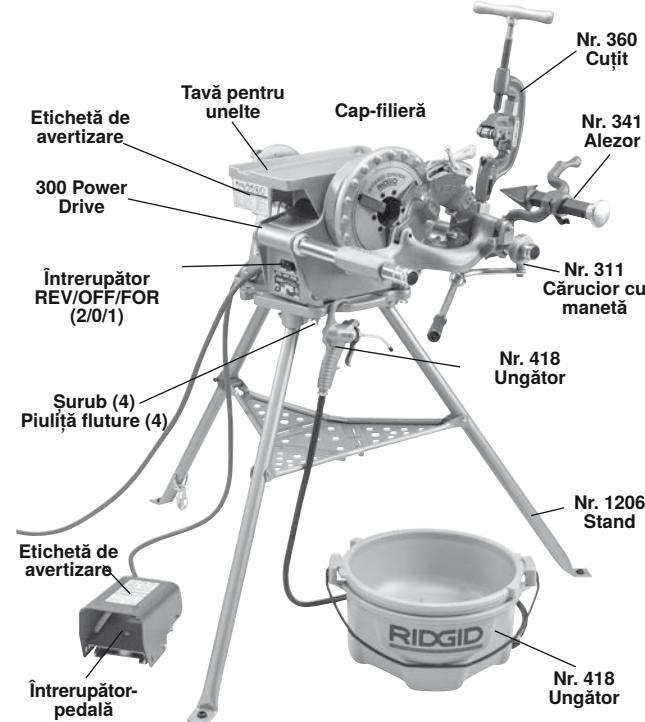

Figura 2 – Model 300 Power Drive Complete (ansamblu)
4. Așezați motorul de antrenare 300 Power Drive pe stativ și îl fixați cu elementele de fixare furnizate (Figura 2).